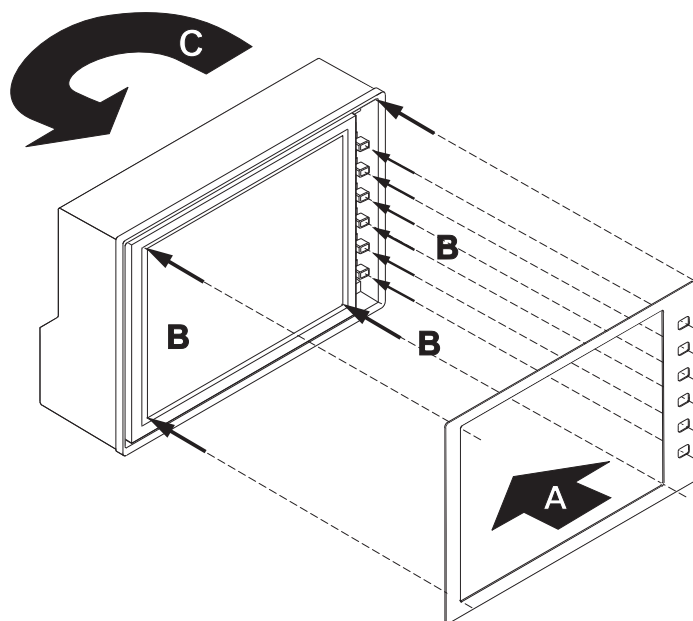

Bild D 7-8: Einsetzen und Befestigen der neuen Skala
7. Nehmen Sie die neue selbstklebende Skala (Ersatzteil-Nr. 167218) und entfernen Sie die Schutzfolie von der Rückseite (A). Die sechs kleinen Aussparungen der Skala müssen genau über die sechs Tasten platziert werden. Achten Sie auch darauf, dass die große Aussparung genau über der Anzeigefläche des Displays zu liegen kommt (B). Kleben Sie die Skala auf dem Display fest. Achten Sie darauf, die Tasten und das Display nicht zu beschädigen! Drehen Sie das Gehäuse wieder zurück in seine vorherige Position (C). (Bild D 7-8)